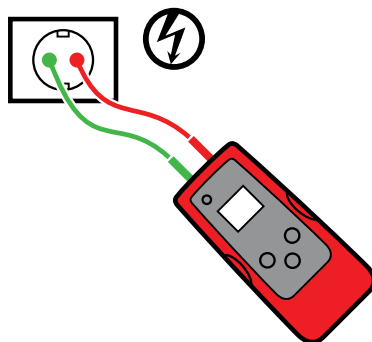

Figure 3.4a
3. Raccordez les câbles d'essai rouge et vert aux fils de ligne et neutre de la même prise ou du même fil (voir figure 3.4a).